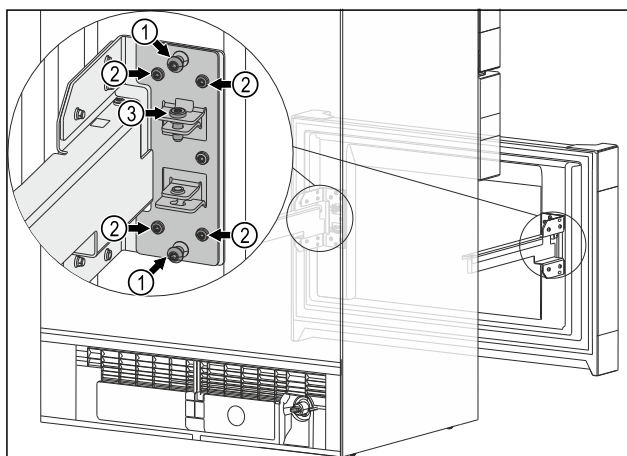

Fig. 13
- ▶ Odstranite oba sredinska vijaka Fig. 13 (1).
- ▶ Odvijte vse štiri vijake Fig. 13 (2).
- ▶ Končni položaj izvlečnega vozička je dosežen: Zategnite vse štiri vijake Fig. 13 (2).
- ▶ Sredinskih vijakov Fig. 13 (1) ne potrebujete več.